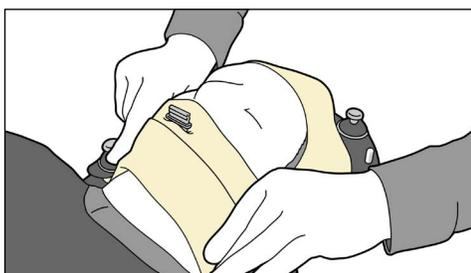

Fig. 19
7. Dobre a parte inferior da máscara para cima, em torno do queixo do paciente, para maior rigidez e estabilidade. (Fig. 19)